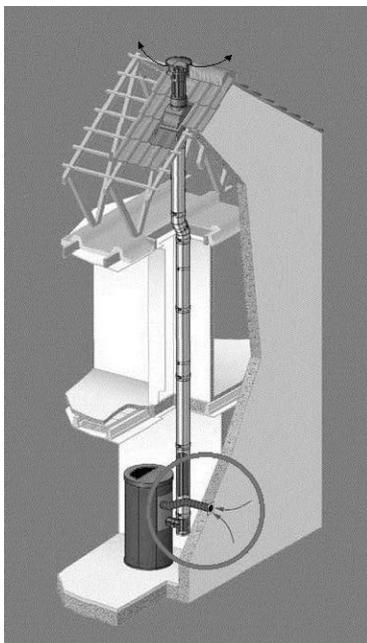

Fig. 12 - Installation en chambre étanche
- Utiliser un tuyau d'un diamètre minimum de Ø60 mm et d'une longueur maximale de 2 mètres; pour la fixation, voir derrière le poêle (voir **Fig. 12**).
- L'air nécessaire à la combustion est à prelever directement depuis l'extérieur (voir **Fig. 12**).